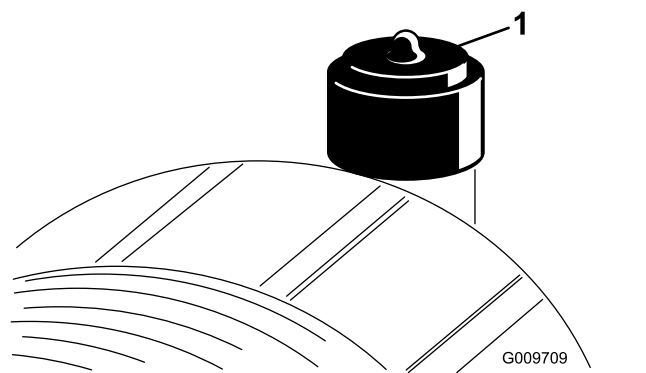

Рисунок 45
- Замените элемент воздухоочистителя, если индикатор воздухоочистителя загорелся красным цветом (Рисунок 45). Не допускайте излишней очистки элемента воздушного фильтра.